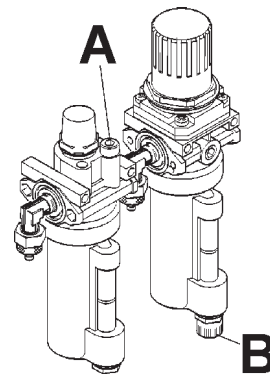

Fig. 6.0-3
**H.** Vider tous les jours le filtre de l'eau (Fig. 6.0-3) Faites ceci en tournant la décharge rapide '**B**' et pressant vers le haut. L'eau sera déchargé automatiquement.